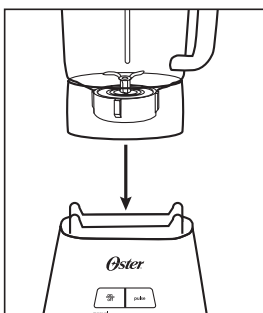

FIGURE 4
5. Introduire le récipient assemblé dans le socle du moteur (Figure 4).